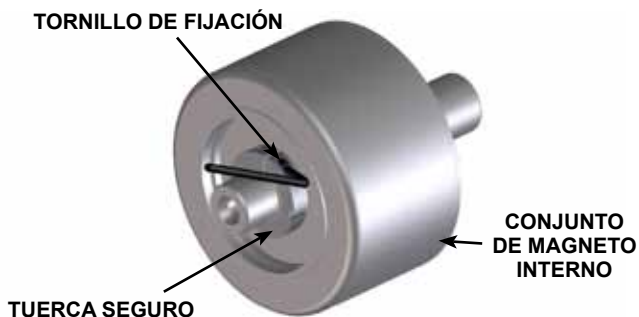

FIGURA 8
9. Inspeccione visualmente los magnetos exteriores desde el extremo del soporte. Si es necesario su retiro, separe el soporte del motor. Retire la tuerca seguro (1), la arandela de seguridad (2) y el collar separador de rodamientos exterior (4) del eje. Deslice el conjunto de magneto externo fuera del soporte. Inspeccione que el conjunto de magneto no tenga daños ni desgaste; reemplácelo si fuese necesario. Si se requiere más desmontaje del soporte, consulte **“Desmontaje/Montaje de rodamientos del soporte”** en la página 7.
10. Retire los tornillos prisioneros de cabeza hueca (54) desde el contenedor (59). Si no se drenó el contenedor en el paso 1, contendrá líquido. Tenga cuidado al retirar el contenedor de la bomba sacándolo con un movimiento recto. Inspeccione que el buje del contenedor (64) no tenga desgaste. Si se debe reemplazar el buje del contenedor, consulte **“Instalación de bujes”** en la página 7.
11. No retire la junta tórica del plato adaptador (67)/contenedor a menos que esté defectuoso, especialmente si está encapsulado en PTFE (derivados). Si se requiere una nueva junta tórica, consulte **“Conjunto de bomba”** en la página 8.
12. Inserte una barra de bronce en el rotor (36) a través de un orificio entre dos dientes del rotor y retire la tuerca seguro bipartida (66), consulte la **Figura 8**. Deslice el conjunto de magneto interno fuera del eje. Asegúrese de que la arandela de empuje exterior (60) no salga con el conjunto de magneto interno. Si la arandela de empuje golpea la lana del eje (62) se puede agrietar o romper. No olvide que éste es un magneto muy potente. Inspeccione que el conjunto de magneto no tenga daños ni desgaste; reemplácelo si fuese necesario. Si se requiere más desmontaje, continúe al paso siguiente.